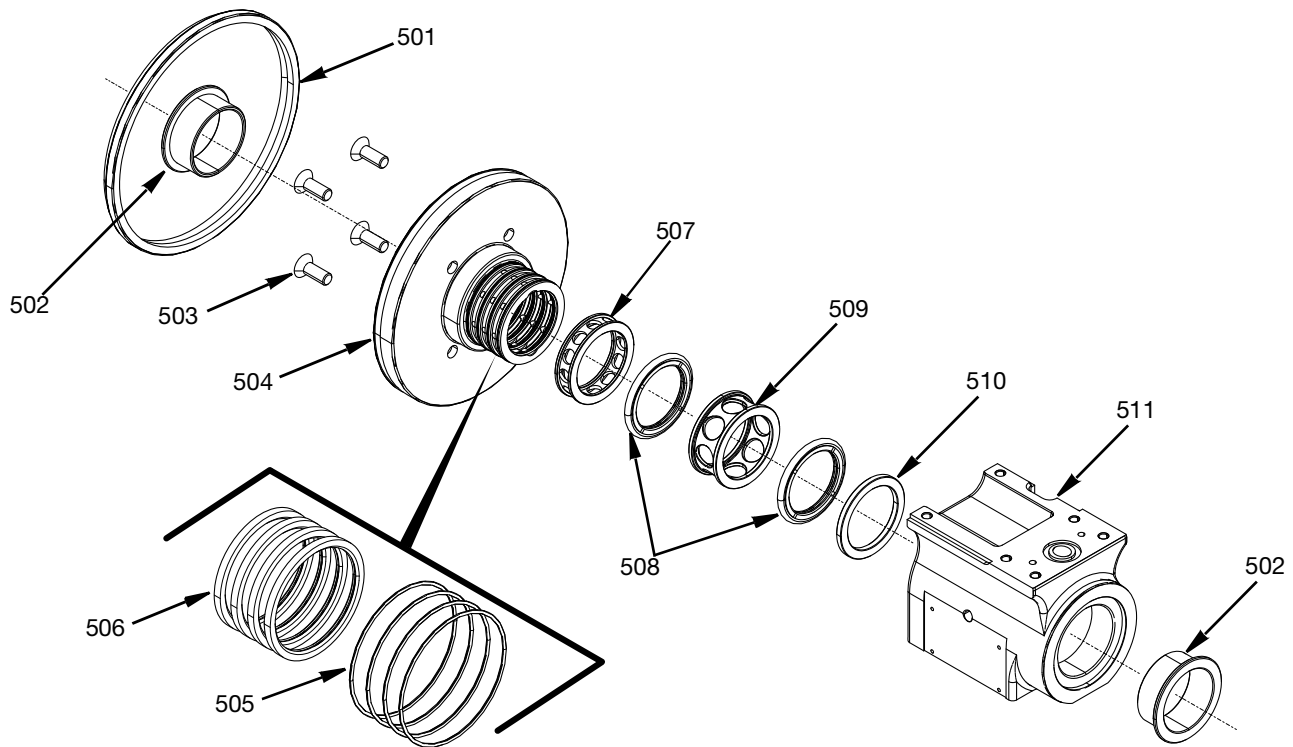
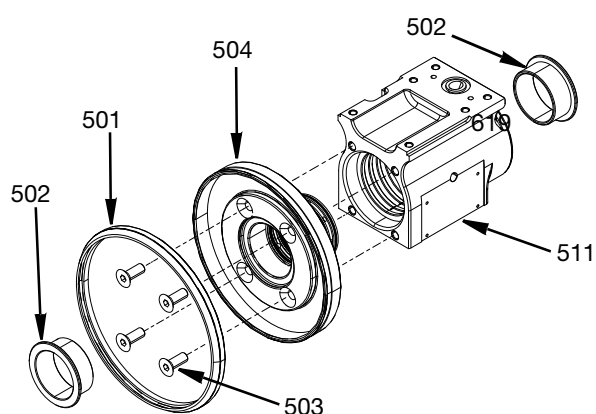

ABB. 20
ABB. 25
1. Der Staubdichtungsring (501) kann aus dem Luftverteilungsringlager (504) entfernt werden.
2. Flanschlager (502) entfernen und entsorgen.
3. M6-Flachkopfschrauben (503) mit einem Innensechskantschlüssel entfernen und das Luftverteilungsringlager (504) abnehmen.
4. Die vier O-Ringe (505) und vier Luftdichtungen (506) aus dem Luftverteilungsringlager (504) entfernen und entsorgen.
5. Klopfen Sie die internen Komponenten (507-510) aus dem Drehgelenkgehäuse (511). Es wird empfohlen, das Dichtungseinbau-/Ausbauwerkzeug 17V972 und einen weichen Gummihammer zu verwenden, um die internen Komponenten aus dem Drehgelenkgehäuse zu klopfen.
6. Die Rotationsdichtungen (508) entsorgen. Siehe ABB. 20 auf Seite 20.
**HINWEIS:** Für die allgemeine Reihenfolge der Montage des Drehgelenkgehäuses siehe ABB. 20.
1. Führen Sie den Stützring (510) in das Ende der größeren Bohrung des Drehgelenkgehäuses (511) ein, bis der Stützring rechtwinklig am Innenansatz anliegt.
2. Tragen Sie eine dünne Schicht Lithiumfett auf die Außenseite des O-Rings am Rotationsdichtring (508) auf. Um eine Beschädigung des O-Rings der Rotationsdichtung zu vermeiden, diesen schräg in die Bohrung des Drehgelenkgehäuses (511) einsetzen. Achten Sie darauf, dass der O-Ring nicht an der Einlassöffnung reißt und drücken Sie die Rotationsdichtung gegen den Stützring (510). Siehe Seitenansicht ABB. 25.
- Materialverteillerring (509) in die Bohrung des Drehgelenkgehäuses (511) einsetzen. Es wird empfohlen, dazu das **Werkzeug zum Einsetzen/Entfernen der Materialdichtung, 17V972** auf Seite 38 und einen weichen Gummihammer zu verwenden. Schieben Sie den Materialverteillerring (509) und die Rotationsdichtung (508) vollständig auf den Boden der Bohrung.
- Tragen Sie eine dünne Schicht Lithiumfett auf die Außenseite des nächsten O-Rings am Rotationsdichtring (508) auf. Um eine Beschädigung des O-Rings der Rotationsdichtung zu vermeiden, diesen schräg in die Bohrung des Drehgelenkgehäuses (511) einsetzen. Achten Sie darauf, dass der O-Ring nicht an der Sickeröffnung reißt und drücken Sie den Dichtring gegen den Materialstützring (509). Siehe Draufsicht ABB. 25.
- Eine dünne Schicht Lithiumfett auf die O-Ringe (505) auftragen und diese in die Bohrung des Drehgelenkgehäuses (511) einsetzen. Die M6-Innensechskantschrauben (503) mit Gleitmittel bestreichen und handfest eindrehen. Siehe ABB. 25.
- Ein Flanschlager (502) in das Drehgelenkgehäuse (511) und ein Flanschlager (502) in das Luftverteillerringlager (504) schieben. Siehe ABB. 25.
- Den Staubdichtungsring (501) um die Außenfläche des Luftverteillerringlagers (504) anbringen. Siehe ABB. 25.